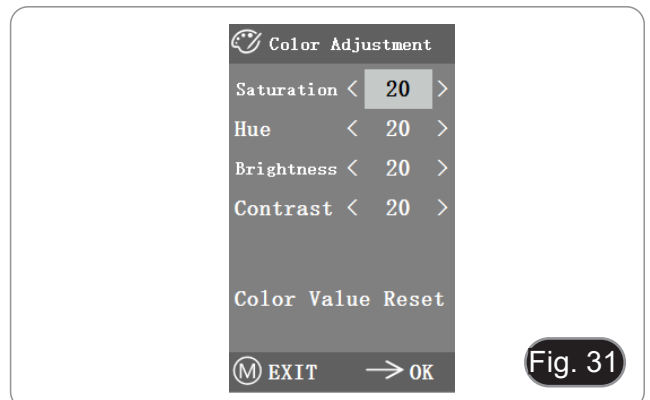

Fig. 31
- Après avoir accédé au menu de réglage des couleurs (Fig. 31), la saturation, la teinte, la luminosité et le contraste peuvent être ajustés pour que l'image atteigne le niveau requis.